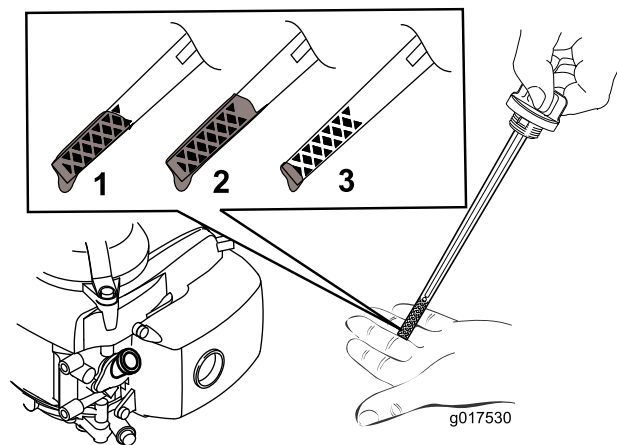

Figura 10
2. Girate il tappo in senso antiorario ed estraete l'asta di livello (Figura 10).
5. Controllate il livello dell'olio sull'asta (Figura 10).
- Se il livello dell'olio sull'asta è troppo basso (Figura 10), versate con cautela una piccola quantità di olio minerale multigrado SAE 10W-30 con classificazione serie API SJ o superiore nel relativo tubo di riempimento,
- Se il livello dell'olio sull'asta è troppo alto (Figura 10), drenate l'olio in eccesso finché il livello dell'olio sull'asta non risulta corretto; fate riferimento a Cambio dell'olio motore (pagina 15).